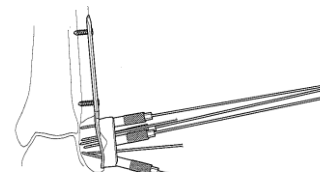

図12
- 12) 遠位骨片の整復位を確実に維持する為、続いて、最遠位、中間のロックングスクリューホールにガイドピンスリーブを介して13 ガイドピンを刺入します。（図12）